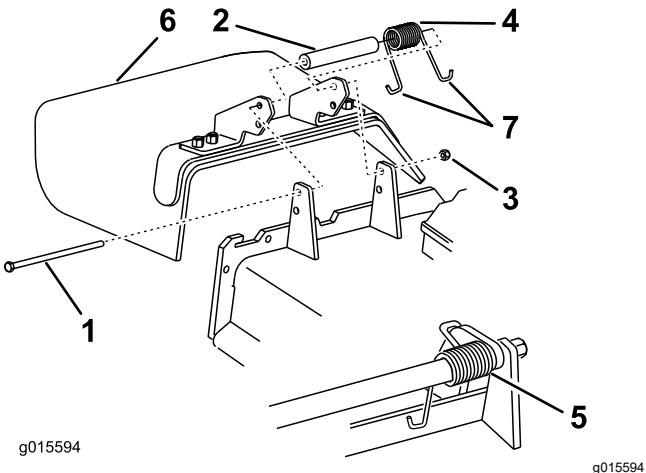

Bild 87
1. Entfernen Sie die Sicherungsmutter, Schraube, Feder und das Distanzstück, mit denen das Ablenkblech an den Schwenkhalterungen befestigt ist (Bild 87).
2. Entfernen Sie defekte oder abgenutzte Ablenkbleche (Bild 87).
**Hinweis:** Achten Sie darauf, dass ein J-förmiges Federende hinter der Mähwerkskante befestigt ist, bevor Sie die Schraube einsetzen, wie in Bild 87 abgebildet.
6. Führen Sie das J-förmige Hakenende der Feder um das Ablenkblech (Bild 87).